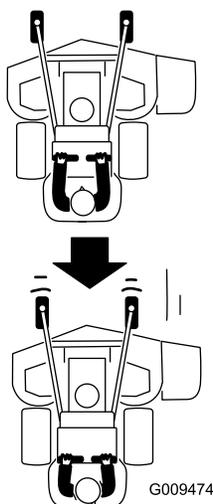

Figure 24
2. Tirez lentement les leviers de commande de déplacement en arrière (Figure 24).